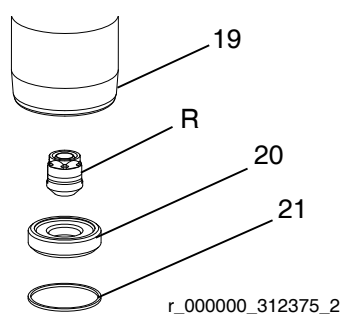

図 10
11. Oリングピックを使い、シール(21)を吸気バルブハウジング(19)から取り外してあります。シールは廃棄します。新品を使って再度組み立てます。図10を参照してください。